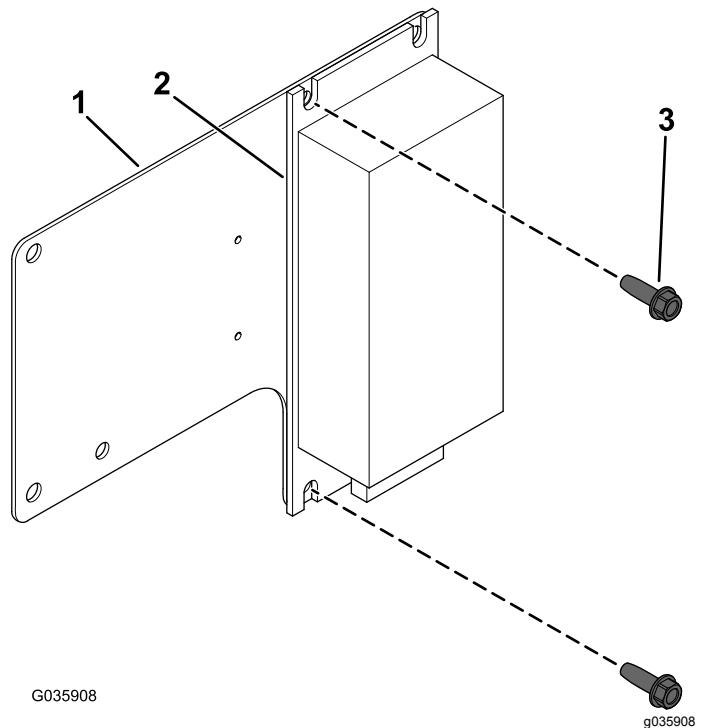

Figure 4
1. Fixez le côté gauche du convertisseur sur son support à l'aide de 2 vis autotaraudeuses ($\frac{1}{4}'' \times \frac{3}{4}''$), comme montré à la Figure 4.